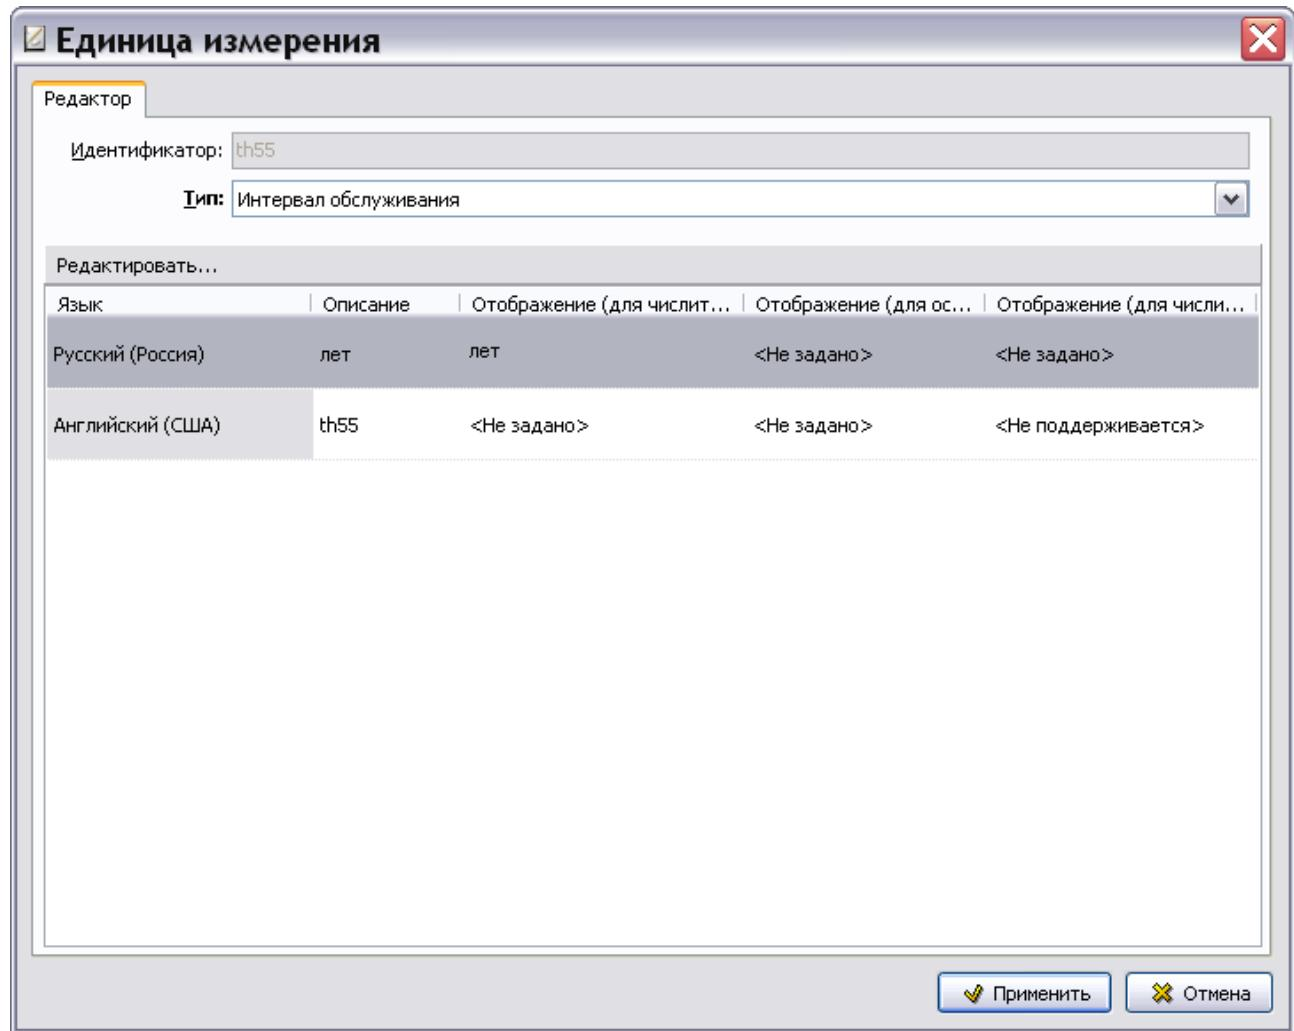

Рис. 3.119
Рассмотрим пример редактирования единицы измерения «лет». В окне **Единицы измерения** выделите единицу измерения «лет» и нажмите на кнопку **Редактировать**. После этого появится окно **Единица измерения** (Рис. 3.119).
1. В окне **Единица измерения** в разделе **Редактировать** выделите строку параметров единицы измерения (Рис. 3.119).